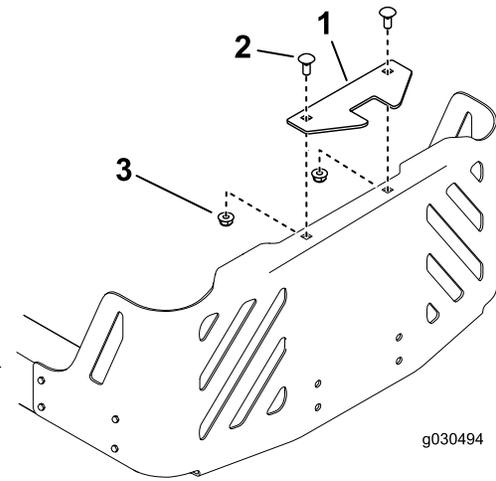

Figura 10
Nota: El soporte de estabilización se utiliza únicamente en modelos de 2015 y posteriores (Figura 10).
1. Instale el soporte de estabilización en el protector del motor usando dos pernos de cuello cuadrado (5/16" x 3/4") y 2 contratuercas (5/16") (Figura 10).